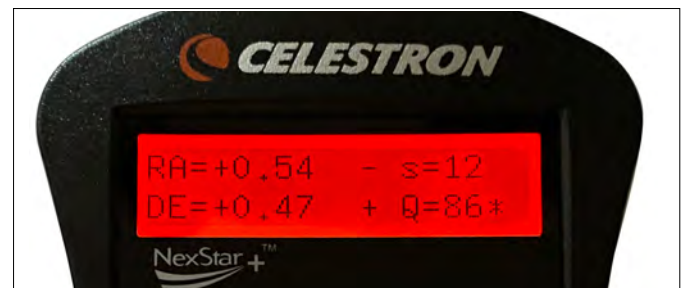

Fig. 12: Durante l'autoguida con la pulsantiera NexStar+, si vedrà l'errore di guida per entrambi gli assi sul display LCD.
Il display LCD della pulsantiera visualizzerà una schermata come mostrato nella Fig. 12. I numeri sulla riga superiore rappresentano l'errore di tracciamento RMS dell'ascensione retta (RA) e i numeri sulla riga inferiore rappresentano l'errore di tracciamento RMS della declinazione (Dec) in secondi d'arco. I simboli +/- a destra degli errori di tracciamento RA e Dec RMS indicano la direzione del precedente comando di tracciamento su quell'asse. Il numero "s" è il numero di stelle che SSAG utilizza per la guida. Il numero "Q" rappresenta la qualità della guida, che è essenzialmente una misura delle condizioni locali di visibilità: zero è scarso mentre 100 è ideale. L'asterisco lampeggiante accanto al numero Q indica che la pulsantiera sta ricevendo comandi di guida da SSAG.